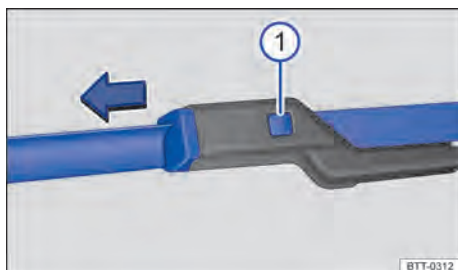

Fig. 104 Substituir as palhetas dos limpadores do para-brisa.
- Manter o botão de destravamento → Fig. 104 ① pressionado e, ao mesmo tempo, retirar a palheta do limpador do para-brisa no sentido da seta.